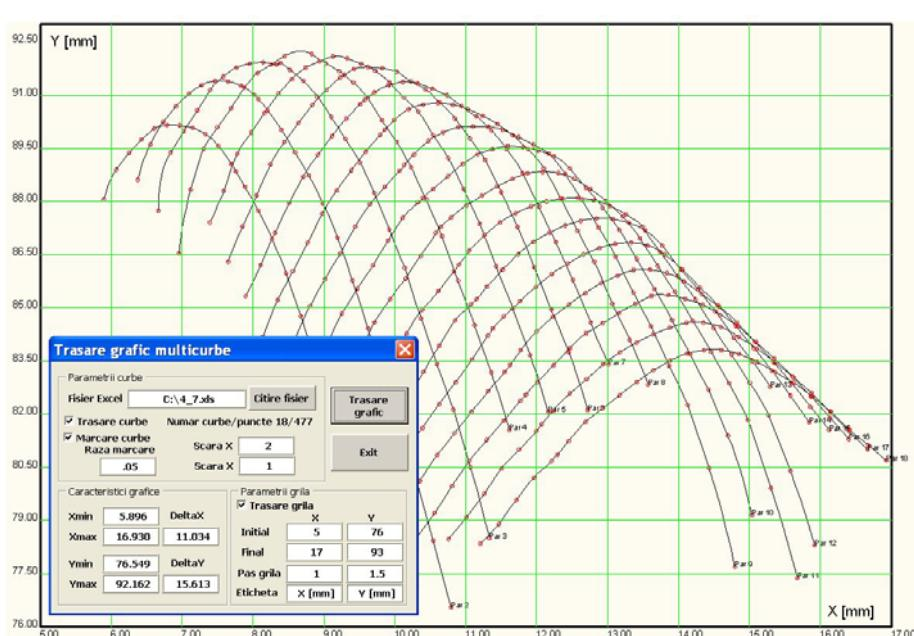

Figura 4.8.1
- Figura 4.8.1** exemplifică un astfel de grafic, care conține 18 curbe respectiv un număr total de 477 de puncte.
Figura 4.8.2 exemplifică o parte din structura fișierului Excel, pentru graficul din figura 4.8.1. Fișierul este divizat artificial în două coloane, din motive de spațiu tipografic.